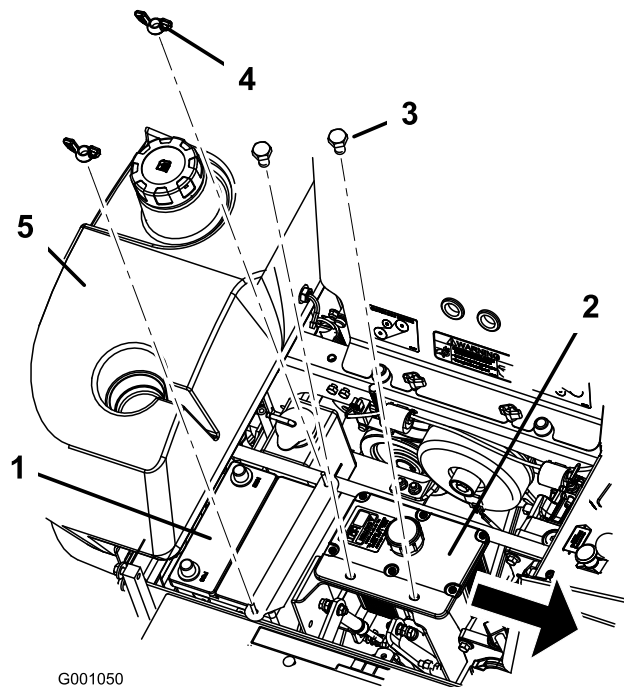

Figura 39
6. Togliete entrambi i dadi ad alette (1/4 poll.) che fissano la fascetta della batteria (Figura 39).
7. Togliete i due bulloni di fissaggio del serbatoio idraulico (Figura 39).
1. Posizionate la batteria nel vassoio con i poli dei morsetti lontano dal serbatoio idraulico (Figura 39).
6. Fissate la batteria con bulloni a J, il morsetto fissatore e due rondelle (1/4 poll.) e due dadi ad alette (1/4 poll.) (Figura 39).